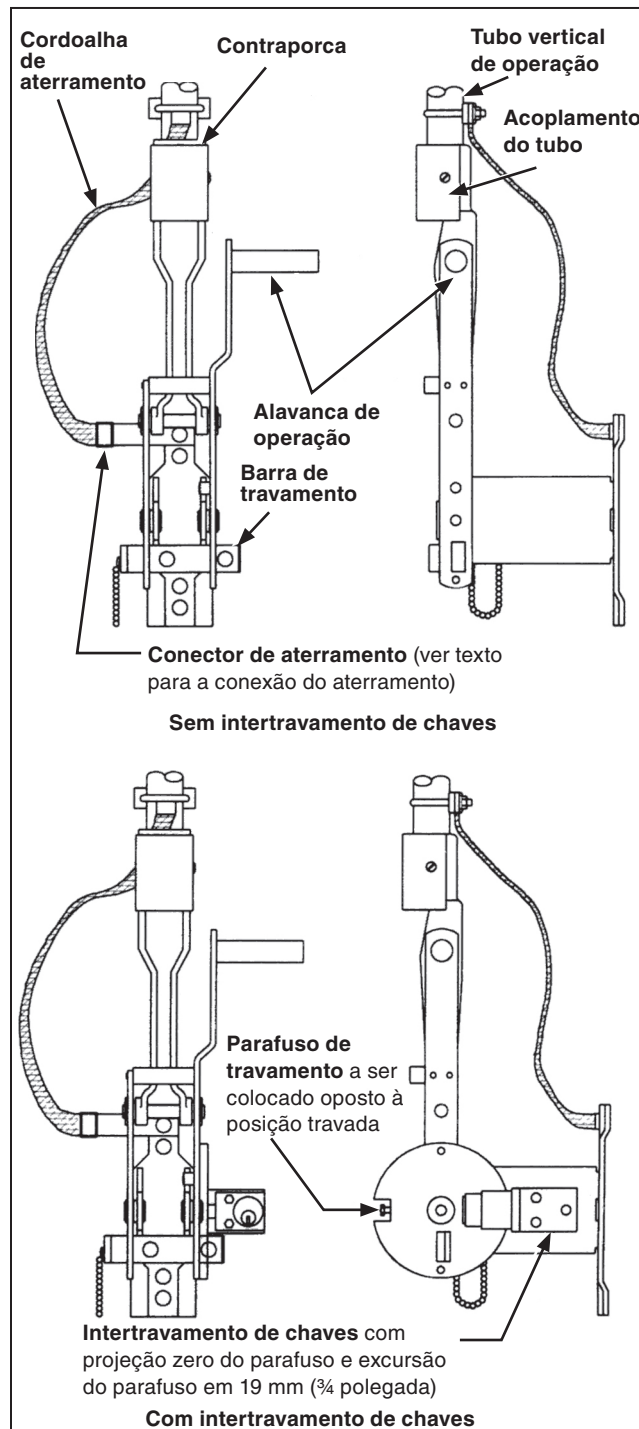

Figura 19. Conjunto da alavanca de operação.
- (f) Assegure-se que os polos da chave estão totalmente fechados e a alavanca de operação está mantida na sua posição **Fechada** por meio da barra de travamento. Ver Figura 19.
Use o tubo vertical de operação como uma linha de prumo para posicionar a alavanca de operação radialmente em relação ao poste—ver Seção D-D no diagrama de montagem. Em seguida, faça dois furos com diâmetro 17 mm ($\frac{11}{16}$ polegada) nos locais indicados no diagrama de montagem, e monte a alavanca usando uma haste rosqueada de $\frac{5}{8}$ polegada ou parafusos passante (não fornecidos). Ao mesmo tempo, use um dos parafusos de montagem da alavanca de operação para prender uma ponta da cordoalha de aterramento (a ponta com o conector de aterramento instalado) à placa de montagem da alavanca. Ver Figura 19.